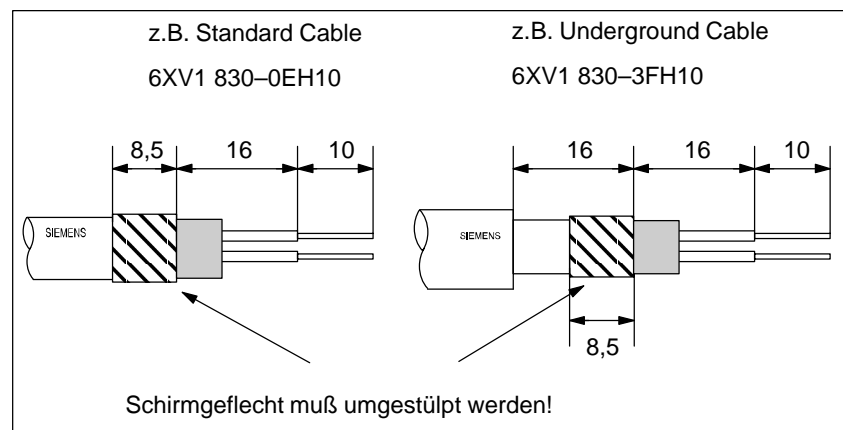

Bild 5-9 Länge der Abisolierungen für den Anschluß am RS 485-Repeater
2. Isolieren Sie die PROFIBUS-Busleitung gemäß Bild 5-9 ab.